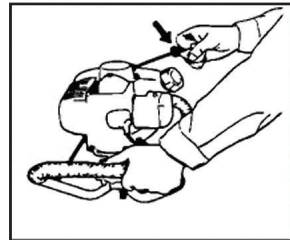

Рис.5
4. Если Вы услышите, что двигатель начинает заводиться, верните рычаг заслонки в положение RUN (РАБОТА) (открыто). Затем снова быстро потяните возвратный стартер (Рис.5)